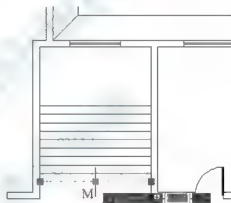

图 2.115 定义相对坐标基点
(1) 在无命令时单击图 2.115 中的 M 线, 然后单击中间的蓝色夹点, 则变成红色, 按 Esc 键两次取消夹点。注意, 此步骤的操作非常重要, 这里通过此步操作定义了下一步操作的相对坐标基本点。